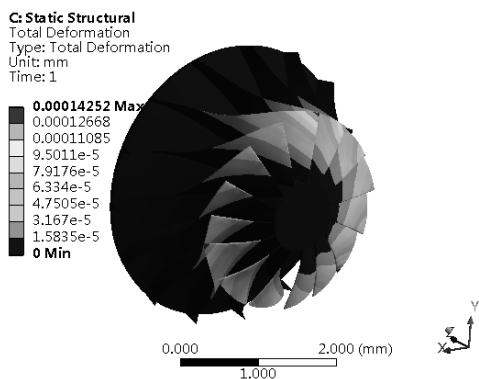

图 17-91 位移响应云图
Step15 : 图 17-91 所示为流体作用在叶轮上使得叶轮叶片变形的总变形云图。